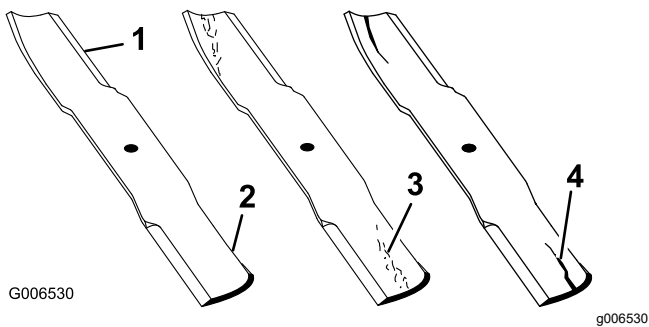

Figure 65
1. Examinez le tranchant des lames (Figure 65).
4. Remplacez immédiatement toute lame fendue, usée ou qui présente une entaille (Figure 65).